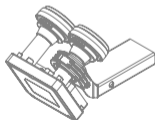

Fig. 2
2. Stellen Sie den richtigen Neigungswinkel (Skew) des LNBs ein, indem Sie das LNB im oder gegen den Uhrzeigersinn drehen: Der Neigungswinkel des LNB (K) hängt vom Standort der Satellitenantennenanlage und dem zu empfangenden Satelliten ab. Zum Beispiel sollte für den Empfang von Hotbird bei 13°Ost in Warschau der Neigungswinkel eines LNBs 6° gegen den Uhrzeigersinn betragen. Die Feineinstellung des Neigungswinkels kann mit Hilfe der Signalanzeigen eines STBs oder TVs vorgenommen werden, am besten mit einem dafür geeigneten Messgerät für SAT Empfang im Ku Band (Abb. 2).